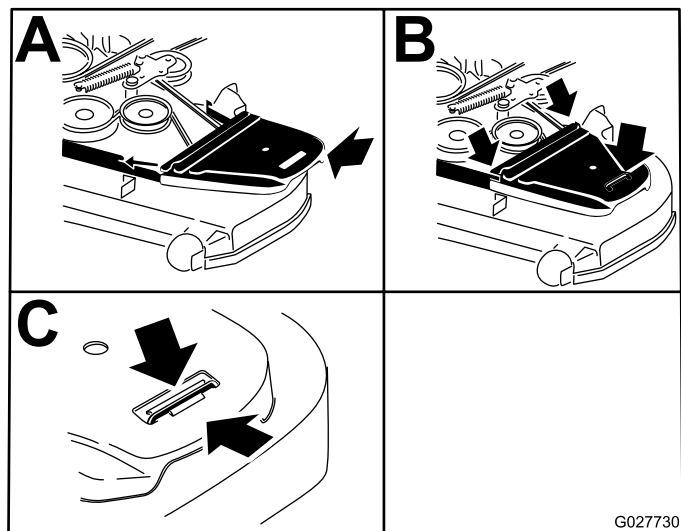

Figura 60
- Instale las cubiertas de la correa (Figura 60).